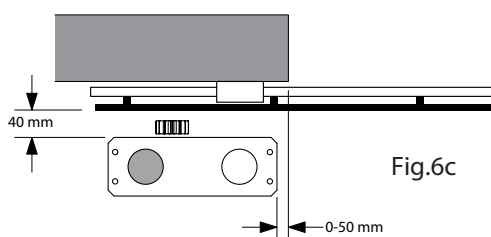

Fig.6c
- Fig.6c installatie motor aan de linkerzijde